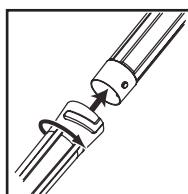

Fig. 02
- 3.** Gire o tubo inferior no sentido horário até travar (Fig. 02).